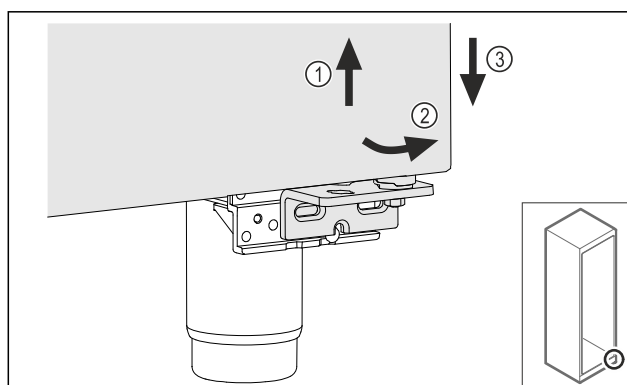

Fig. 23
- Немного приподнимите дверь Fig. 23 (1), наклоните снизу вперед Fig. 23 (2) и опустите Fig. 23 (3).